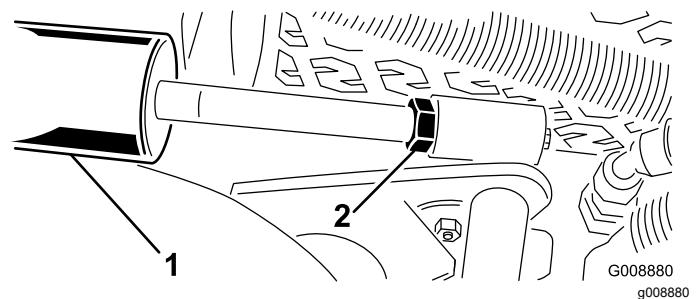

Figura 31
- Afloje la contratuerca del cilindro de elevación (Figura 31).